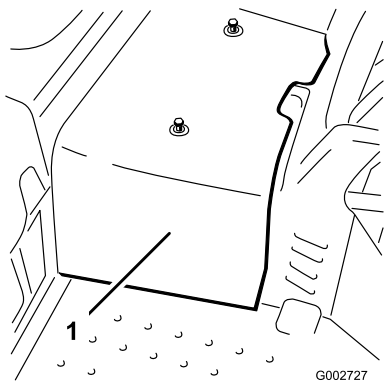

Figura 41
2. Desaperte os 2 parafusos que fixam o resguardo central à máquina e retire o resguardo (Figura 41).